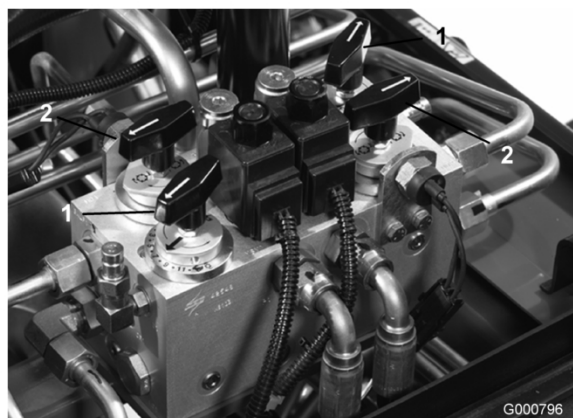

Figura 70
3. Localize os manípulos selectores de velocidade dos cilindros e os manípulos de rectificação (Figura 70). Rode os manípulos (ou manípulo) de rectificação desejados para a posição de rectificação e os manípulos (ou manípulo) selectores de velocidade dos cilindros que pretende para a posição 1.